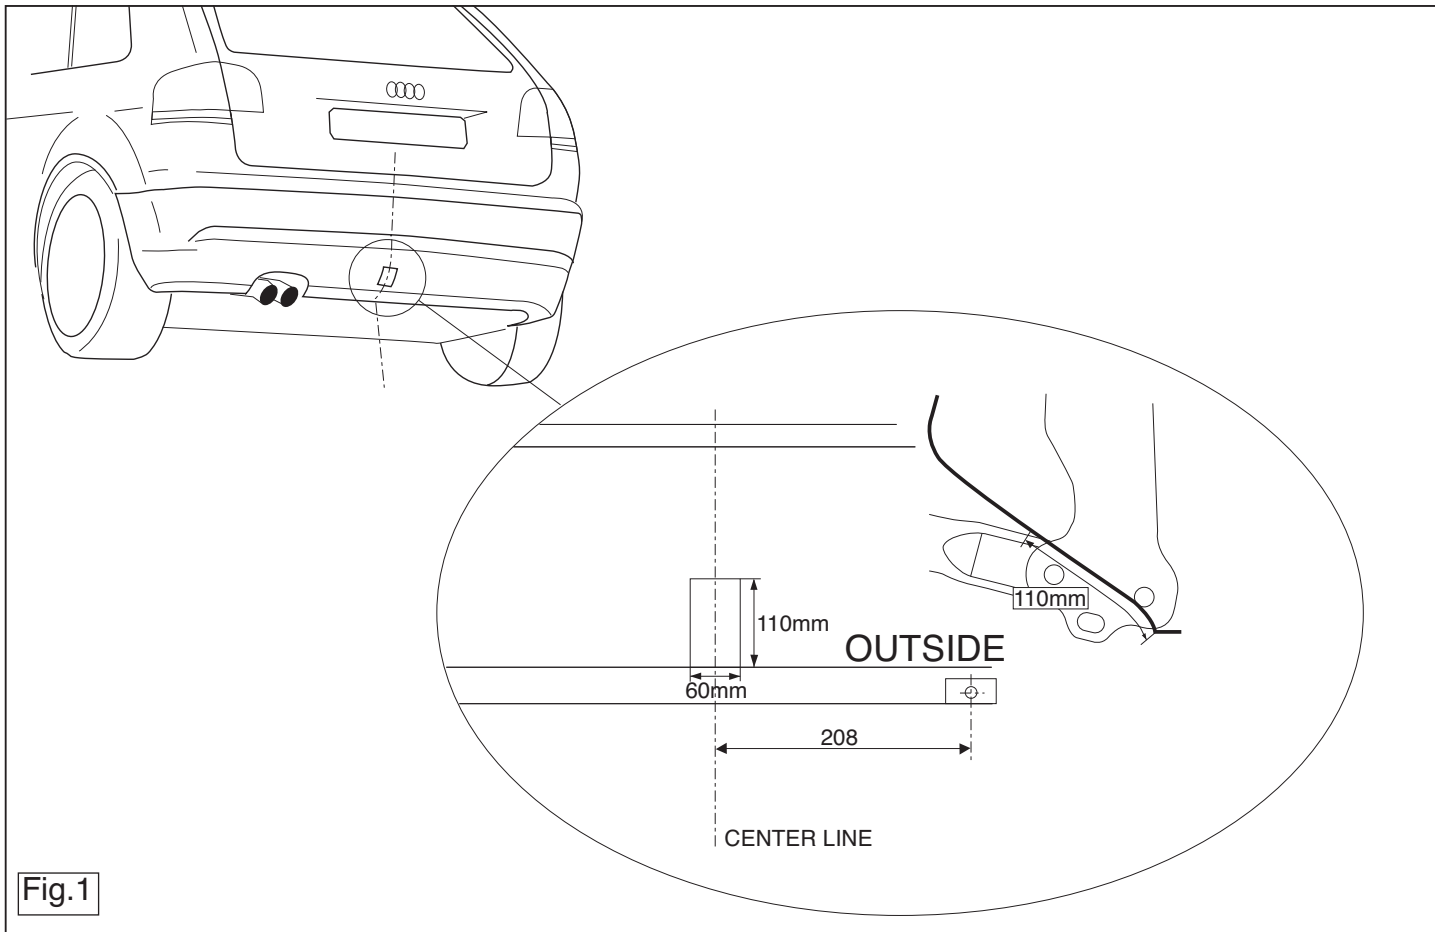

Fig.1
4. Sav en del ud af kofangeren midt på undersiden jf. fig. 1.